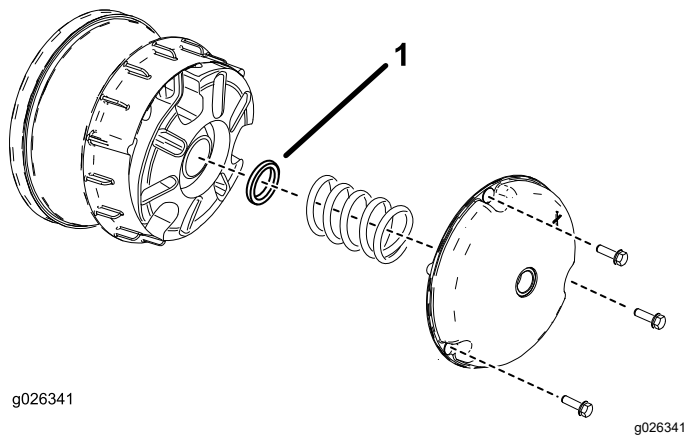

Figura 63
- Retire los pernos que sujetan la tapa del embrague primario, según se muestra en Figura 63.